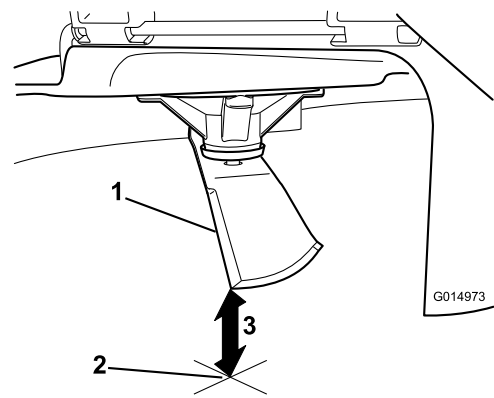

Figura 56
3. Mida desde la punta de la cuchilla hasta la superficie plana (**Figura 56**).